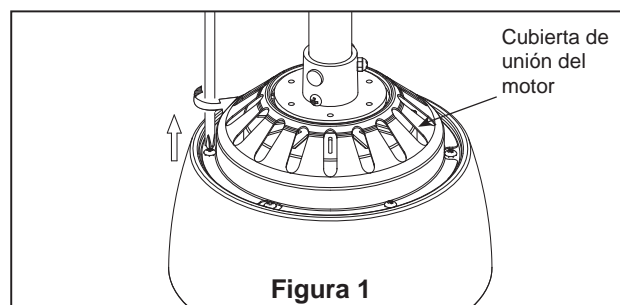

Figura 1
- 1.** Levante la carcasa superior de la unidad del motor tras haber desatornillado los tres tornillos. (Figura 1)